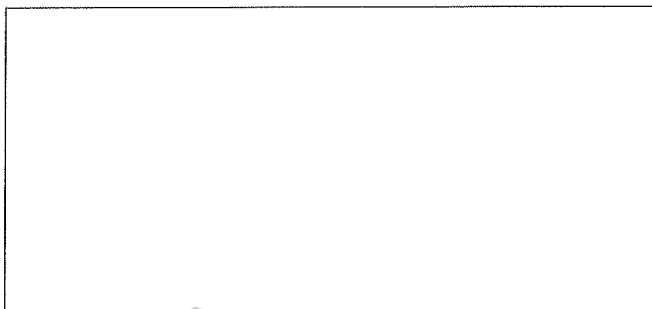

Рис. 50.
4. Установите кронштейны на опорные площадки кареток и вставьте в отверстия опорных площадок кареток болты крепления, как показано на Рис. 50.